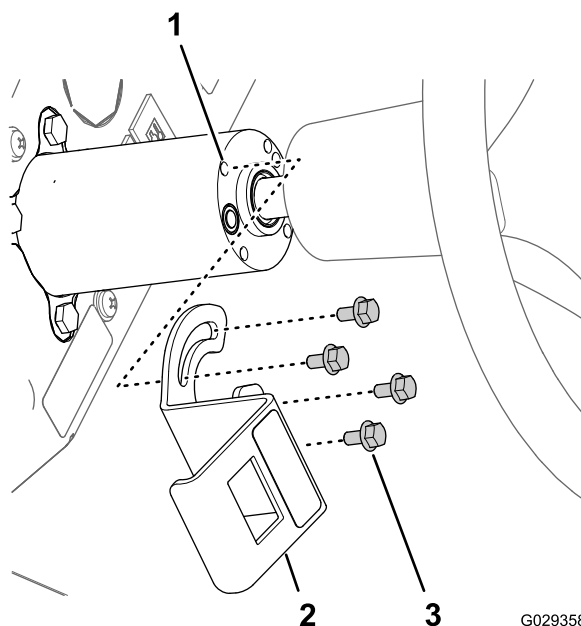

図 25
- 泡制御スイッチ用の取り付けブラケットのスロットを、ステアリングコラムにある4本のねじ山付きインサートに合わせる 図 25。
- ブラケットの開口部に 8口コネクタを通して、3ポジション・パドルスイッチの裏側にあるピン 図 25 に接続する 泡制御 スイッチ。